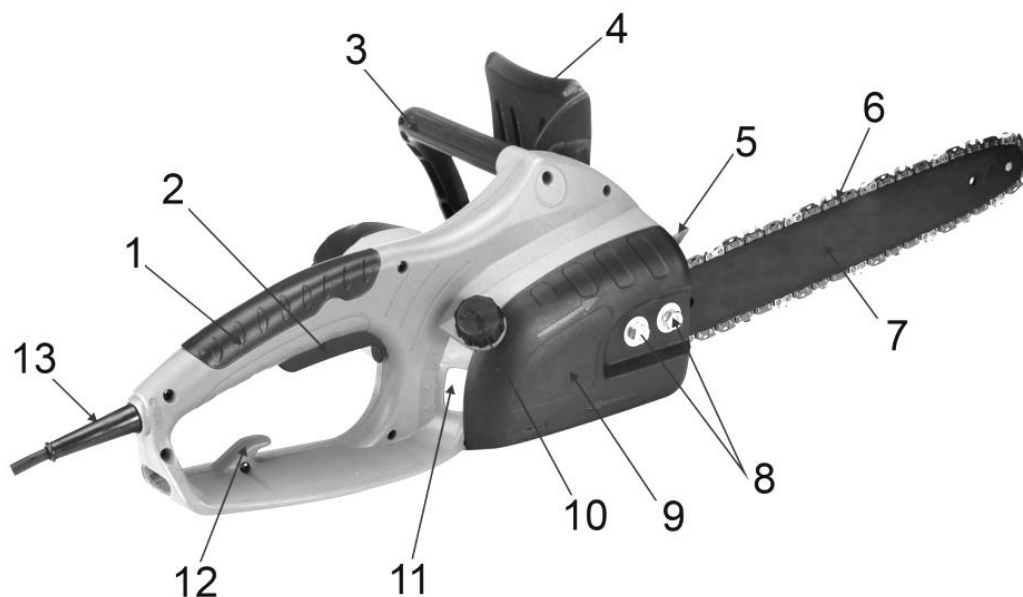
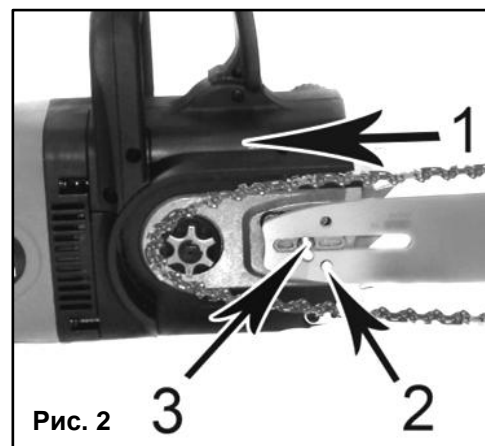

Рис. 1
Рис. 2
Щиток тормоза цепи (4)(См. Рис.1).
- Для безопасности, цепная пила оснащена инерционным тормозом цепи (4)(См. Рис.1). Тормоз цепи также может включиться автоматически в случае резкого, сильного отскока, который вызывается прикосновением конца пилы к древесине во время работы. Тормоз цепи установлен, чтобы блокировать пильную цепь перед стартом и для моментальной остановки в экстренных случаях.
- Убедитесь, что щиток тормоза цепи (4) сдвинут в положение ВКЛ (вперед) (См. Рис. 1).
- Отвинтите две крепящие гайки шины (8) (См. Рис. 1).
- Снимите крышку тормоза цепи (9), потянув ее вверх.
- Установите пазовую часть пильной направляющей шины на шинные болты. Совместите выравнивающий штифт и его посадочное отверстие в направляющей шине (2). Продвиньте шину немного вперед на муфту сцепления (Рис. 2).
- Открутите крышку наливной горловины бака (10)(См. Рис.1).
- Залейте необходимый объем масла в бак, контролируя его уровень по мерному окну (11)(См. Рис.1).